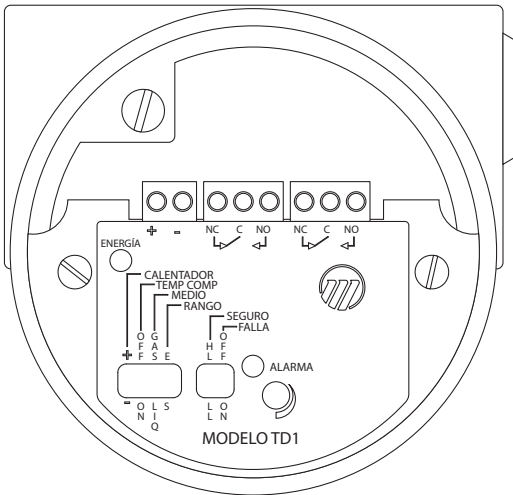
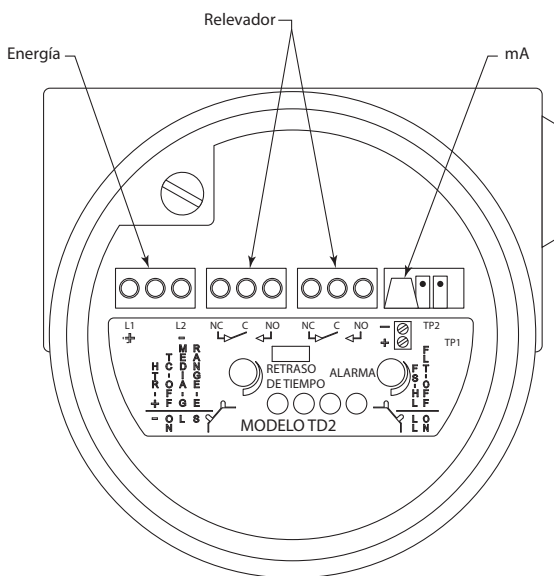

Figura 6
Figura 7
4. Conecte los cables de energía a las terminales adecuadas. Vea la Figura 6 para electrónica TD1 o Figura 7 para TD2. Note que el TD1 sólo está disponible con energía 24 VDC. El TD2 está disponible para energía AC (100 a 260 VAC) o DC (19.2 a 28.8 VDC).
5. Conecte los relevadores (vea Figura 6 para electrónica TD1 o Figura 7 para TD2).
El cableado de la salida mA se muestra en la Figura 7 en la Pagina 6. El cable debe ser 16 a 26 AWG.